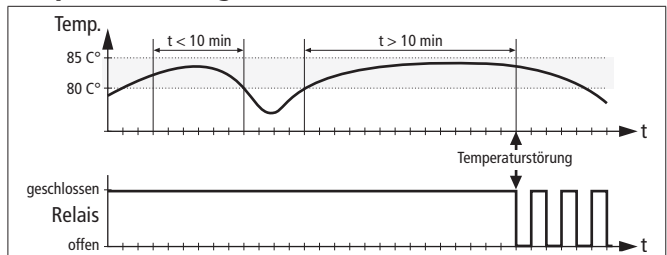

Abb. 5 Temperaturstörung (Toleranz ± 5 C°)
Der optische Rauchschalter ORS 142 SP ist für Sonderanwendungen konzipiert. Ideal geeignet ist er unter anderem für den Einsatz in Windkraftanlagen. Der ORS 142 SP unterscheidet sich zum ORS 142 dadurch, dass unterschiedliche Betriebszustände nicht nur optisch (LED) sondern auch über einen pulsierenden Relaisausgang (Frequenzmuster) ausgegeben werden. Er erkennt frühzeitig sowohl Schwelbrände als auch offene Brände mit Rauchentwicklung. Er arbeitet nach dem Streulichtprinzip. Lichtsender und -empfänger sind in der Messkammer so angeordnet, dass das Lichtbündel des Senders nicht direkt auf den Empfänger treffen kann. Erst das an Schwebeteilchen gestreute Licht (Tyndall-Effekt) gelangt zum Empfänger und wird in ein elektrisches Signal umgesetzt. Hekatron-Rauchschalter verfügen über einen Melderselbsttest, mit dem die Melder automatisch einer weitgehenden elektronischen Funktionskontrolle unterzogen werden. Die Auswerteelektronik des ORS 142 SP überwacht den Rauchmessteil des Melders zusätzlich auf leichte Verschmutzung, starke Verschmutzung und Störung (Messkammerausfall). Mittels eines integrierten Temperatursensors meldet der Rauchschalter eine Temperaturstörung, wenn über einen Zeitraum von min. 10 Minuten eine Temperatur von 80°C anliegt (s. Abb. 5). Wird die Umgebungstemperatur von 85°C überschritten, meldet der ORS 142 SP sofort eine Störung.
- ▶ LED leuchtet gelb - Relaiskontakt pulsiert (s. Abb. 5)